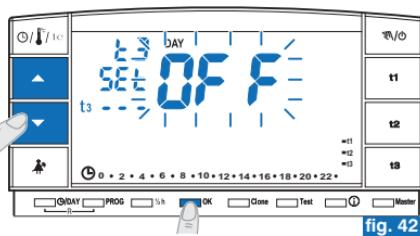

fig. 42
- En appuyant sur les touches , changer l'état de la fonction (fig. 42).